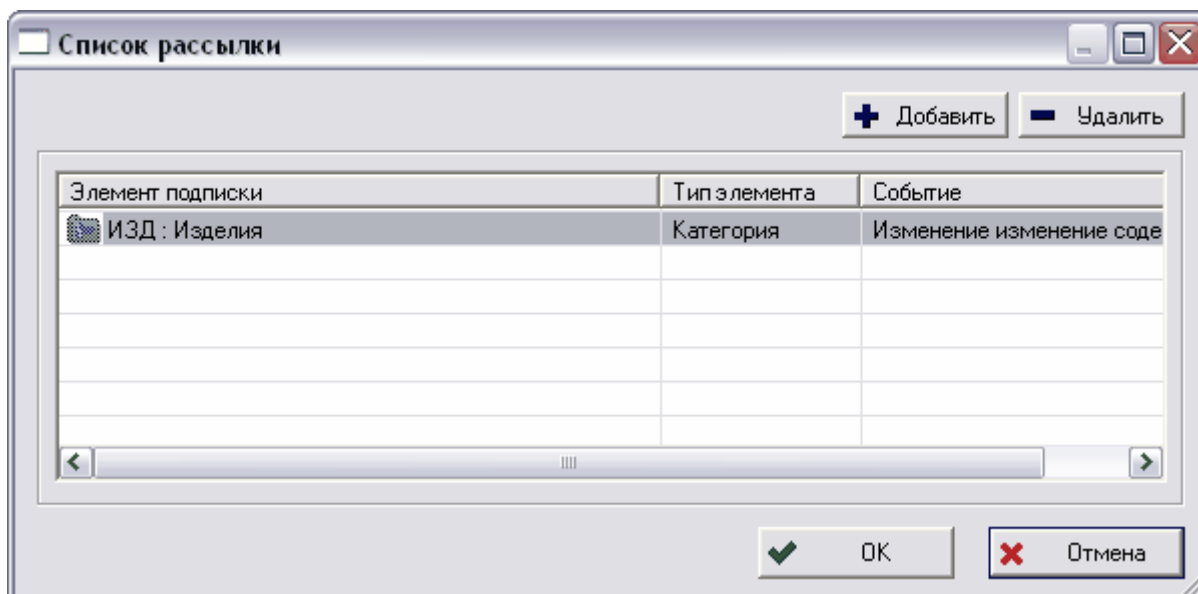

Рис. 279
3. Выберите объект БД, на сообщения об изменениях которого Вы хотите подписаться, и нажмите на кнопку **ОК**. После этого выбранный элемент появится в **Списке рассылки** (Рис. 279). Для добавления следующего объекта нажмите на кнопку  **Добавить**. Для удаления объекта из списка выделите его и нажмите на кнопку  **Удалить**.